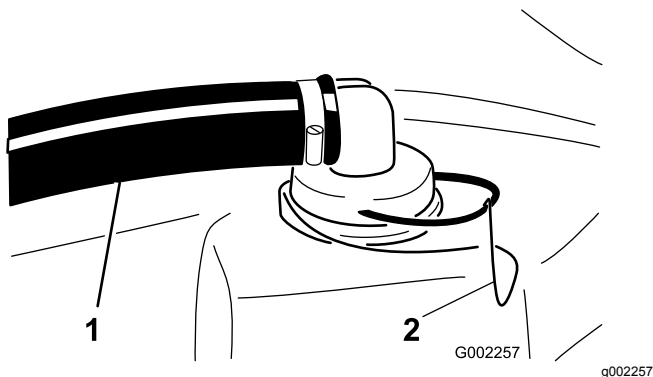

Figura 24
2. Sopra al serbatoio dell'irroratrice togliete il fermo che fissa il raccordo del flessibile al flessibile grande e all'alloggiamento del filtro (Figura 24).
3. Rimuovete il flessibile e il relativo raccordo dall'alloggiamento del filtro (Figura 24).